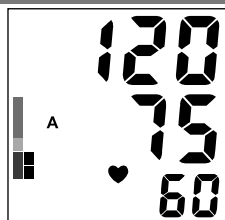

Рис. 5
4. Передивитись зміст пам'яті приладу Ви можете натиснув кнопку М. При першому натисканні кнопки М на екрані з'явиться середнє значення трьох останніх вимірювань, які зберігаються в пам'яті приладу, з індексом «А» (рис. 5). При подальшому натисканні кнопки М на екрані короткочасно відобразиться індекс «1» (номер ячейки пам'яті), після чого з'явиться результат останнього вимірювання (рис. 6).